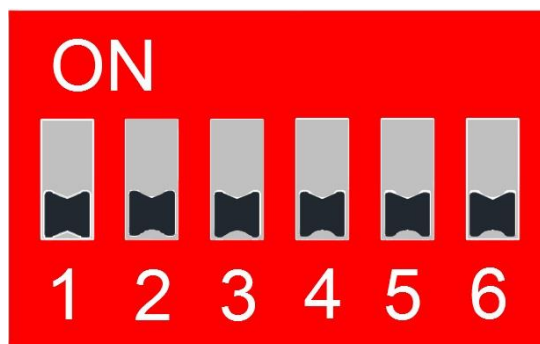

Рисунок 20 – Положение джамперов при подключении преобразователя к сети RS232
2. Убедиться в том, что все джамперы JP1 – JP6 находятся в состоянии OFF (см. Рисунок 20)